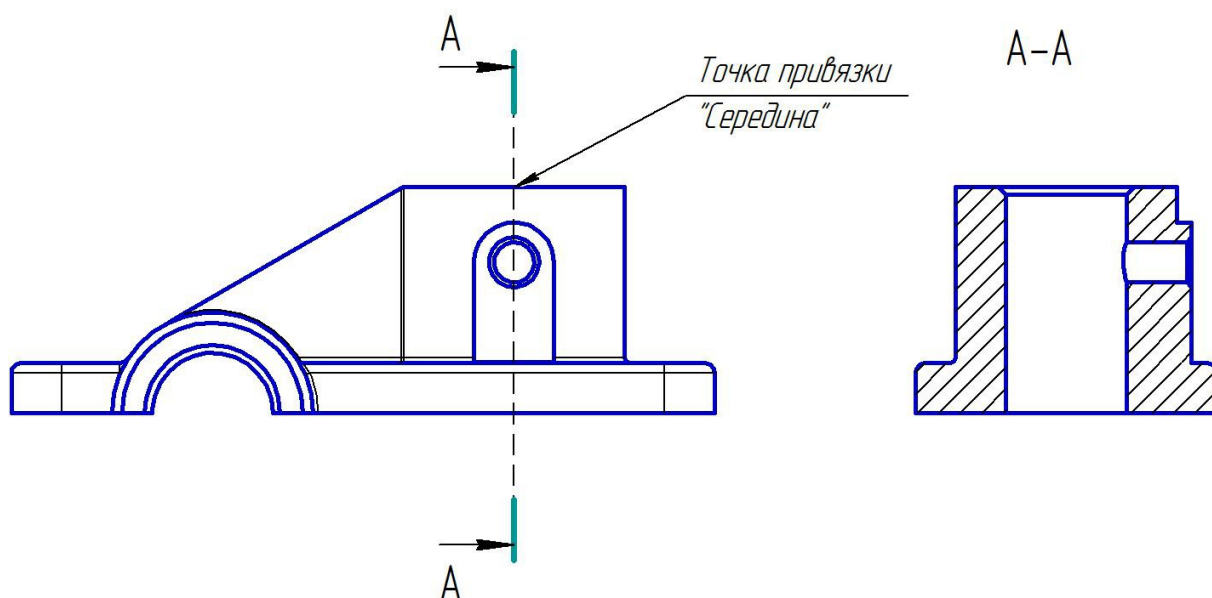

Рис. 3.41. Построение фронтального разреза
2. Постройте линию сечения (рис. 3.41). Для этого: